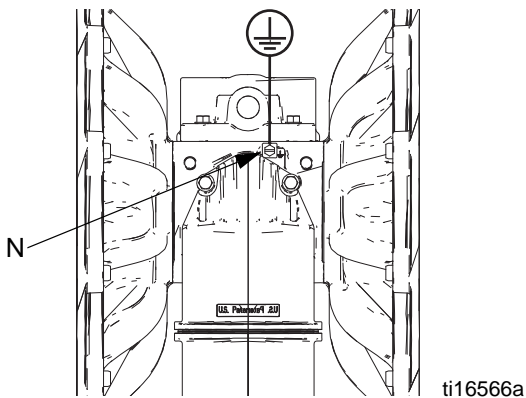

FIG. 3. Vis et fil de terre
- N Vis de terre (aluminium et acier inoxydable uniquement, voir FIG. 3, page 10)
Pompe : voir FIG. 3. Desserrez la vis de terre (N). Introduisez l'une des extrémités d'un fil de terre de 12 ga. minimum derrière la vis de terre et serrez-la au maximum. Branchez l'extrémité du fil de terre sous forme de pince sur une véritable prise de terre. Un câble et une pince de mise à la terre, n° de réf. 238909, sont disponibles auprès de Graco.